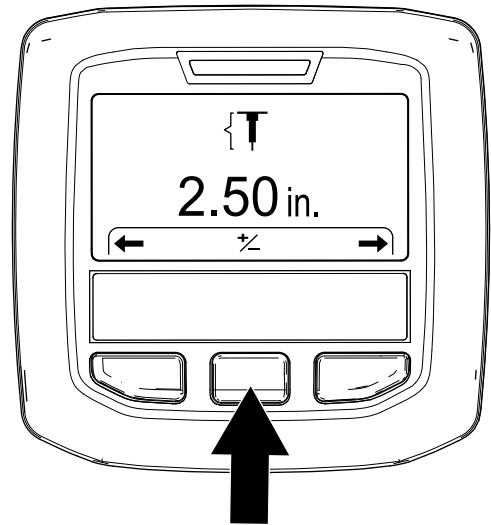
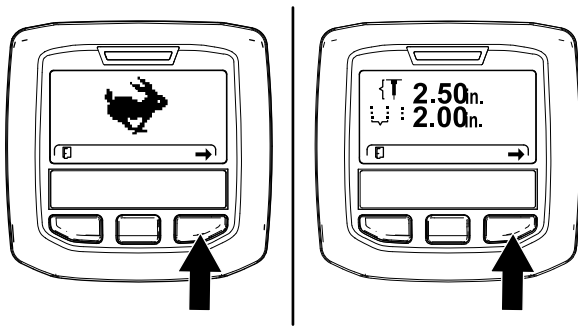

Figure 52
Figure 51
3. Appuyez sur le bouton droit de l'InfoCenter jusqu'à ce que l'écran Setting the Hole Depth (réglage de la profondeur des trous) s'affiche (Figure 51 et Figure 52).